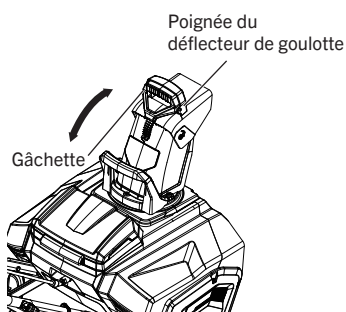

FIG. 10
La distance de projection (ou l'angle) de la souffleuse à neige se règle en déplaçant le déflecteur de la goulotte vers le haut ou vers le bas (Fig. 10). Relâchez le levier de démarrage avant de régler le déflecteur de la goulotte.
1. Pour augmenter la distance de projection de la neige, appuyez sur la gâchette de la poignée du déflecteur de la goulotte, puis relevez le déflecteur. Relâchez la gâchette de la poignée du déflecteur pour le verrouiller en place (Fig. 10).